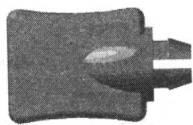

图 1-36 俯视图
8) 改变视图方向。选择主菜单栏“视图”→“标准视图”→“俯视图”，或单击工具栏上的  按钮，将视图改为俯视图，如图 1-36 所示。